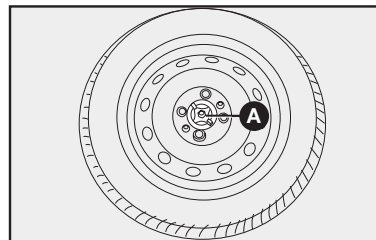

fig. 11
14) Coloque la rueda pinchada en el alojamiento de la rueda de repuesto, fijándola con el seguro **A-fig. 11**.